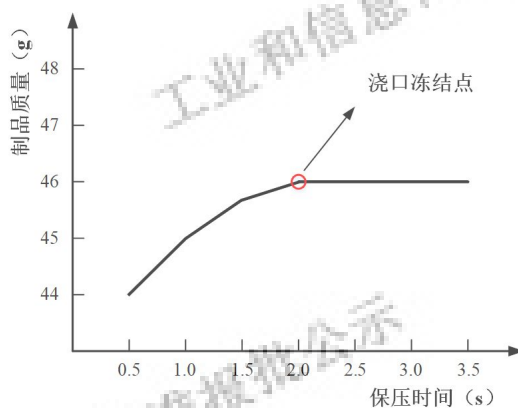

图 3 制品质量随保压时间变化趋势
5.7.3.1 绘制制品质量随保压时间变化曲线，如图 3 所示。